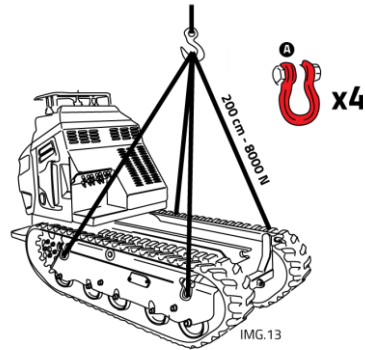

fig. 22 – Points de levage
- Fixer les crochets de levage exclusivement aux points d'ancrage prévus par le constructeur (fig. 22) ;